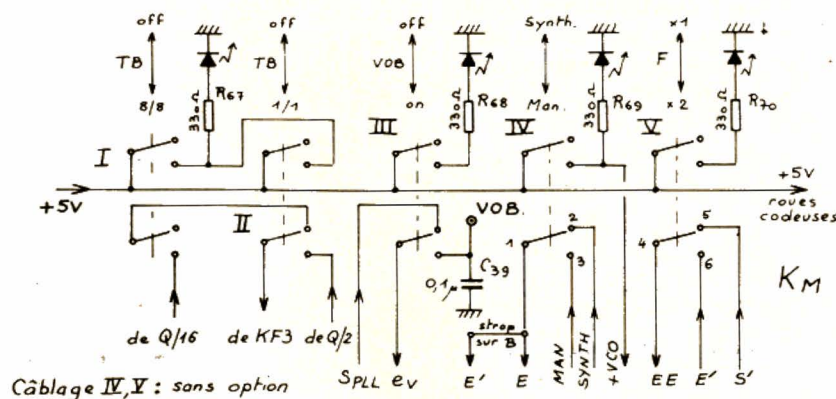
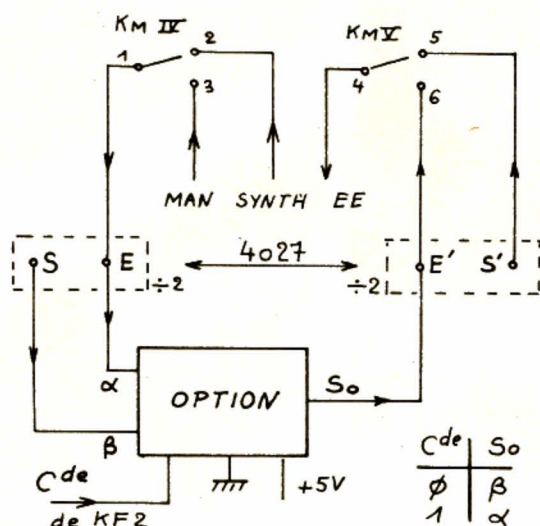

FIGURE 22. – Commutation des modes (par  $K_M$ ).
FIGURE 23
Variante de la figure 22, avec option.
**Figure 22 :** Un commutateur à 5 touches assure la commutation des **modes**. Nous avons de gauche à droite : TB 1/1, TB 8/8, VOB on/off, Synth/Man et Fréq.  $\times 1$  ou  $\times 2$ . Dès que l'une des cinq touches est enfoncée, mettant le TBF3 dans un mode particulier, une diode LED s'allume, le signalant à l'utilisateur, ceci afin d'éviter toute erreur d'interprétation. On notera que la fonction Tone-Burst est applicable pour toutes les formes sauf la rectangulaire. Cela donne des signaux parfois un peu curieux, comme le montrent les photos illustrant cet article.
**Figure 23 :** Cette figure correspond à une variante de la figure 22. On y montre le branchement optionnel du circuit de division supplémentaire par deux. Avec ce circuit, les **rampes** ont la fréquence nominale affichée et non la fréquence double. Nous l'avons déjà signalé.